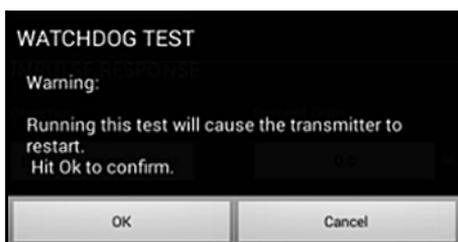

Figure 115 : alerte de test de la minuterie de surveillance
2. Un PT900 qui fonctionne correctement redémarre si un **test de minuterie de surveillance** est exécuté, et un message similaire à la *Figure 115* ci-dessous apparaît.